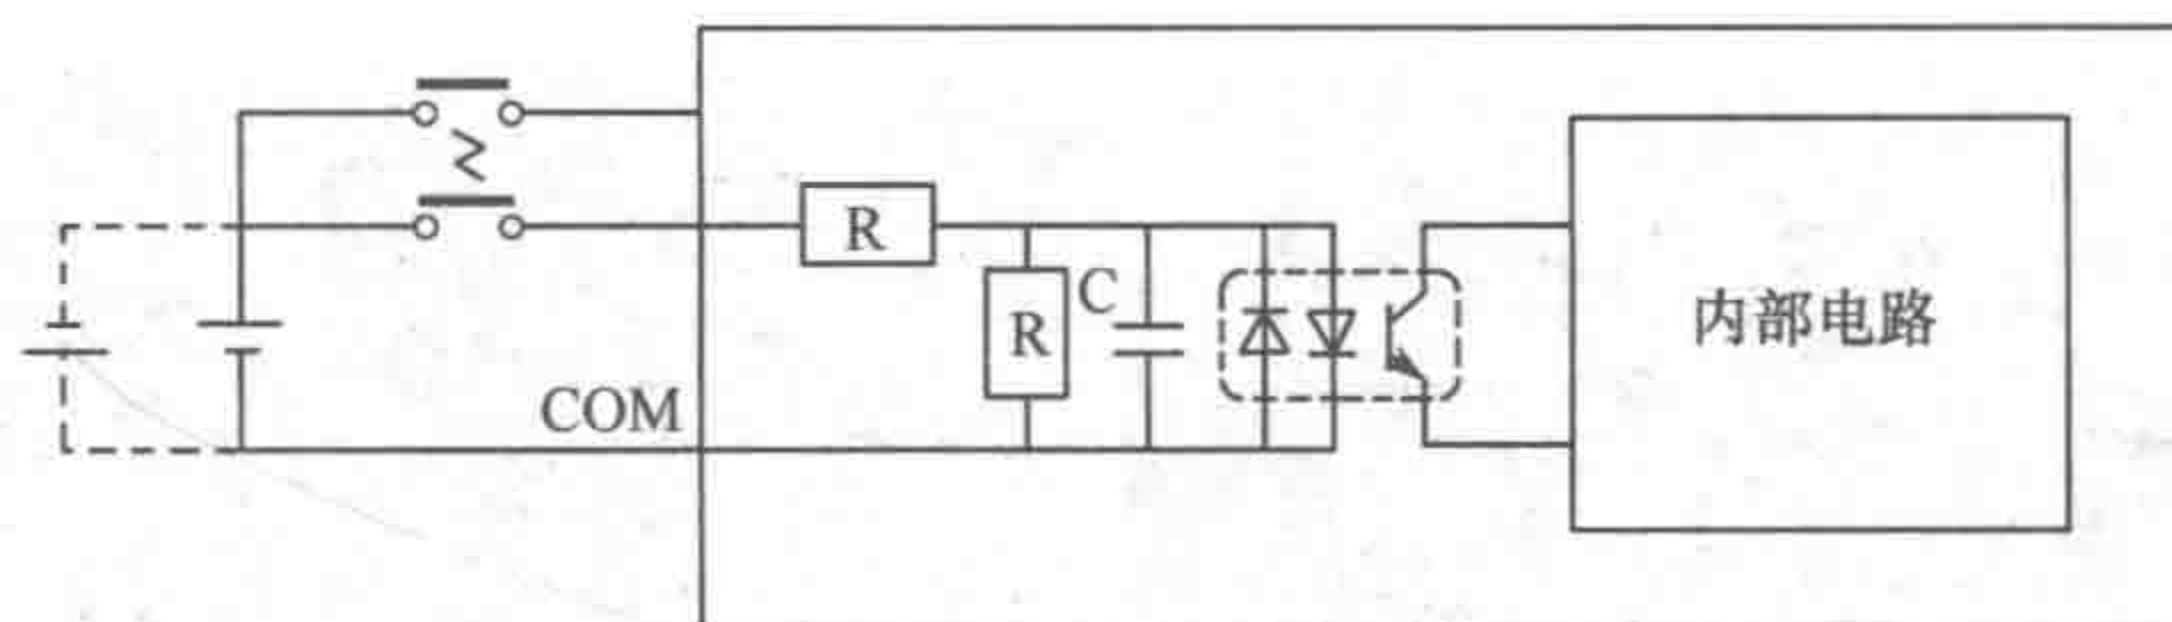

图 1-1-6 输入接口
(1) 输入接口:为了提高抗干扰能力,输入接口均有光电隔离电路(图 1-1-6)。